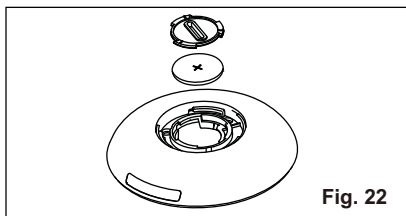

Fig. 22
3. Gör på samma sätt för att öppna skyddslöcket på insidan och ta ut batteriet. (Fig. 22)